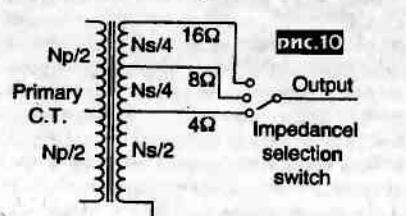

рис.10
**Поправка.** В «Дайджесте» предыдущего номера «РХ» обнаружена ошибка в рис. 10. Ниже приводим исправленные рисунок и сопроводительный текст.
Малcolm Wattt обратил внимание на тот факт, что при стандартной схеме намотки и коммутации выходного трансформатора лампового УМЗЧ под разные нагрузки (рис. 10) в режиме 4 Ома половина витков вторичной обмотки «болтается без пользы», и по крайней мере эта ра-